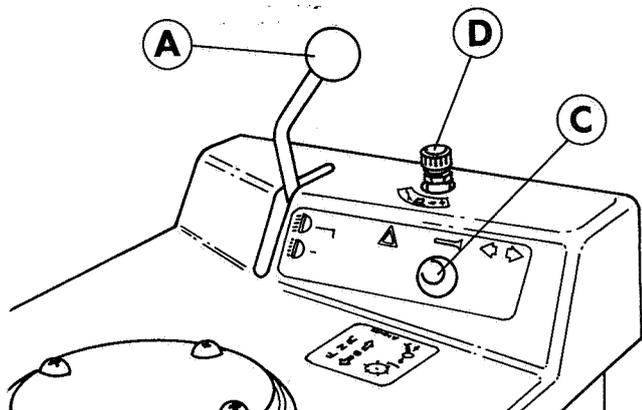

Fig.24
5. Select the desired cylinder speed (D Fig.24). To cut longer grass particularly at higher heights of cut reduce the cylinder speed by turning the handwheel anticlockwise. Lower cylinder speeds will produce a more efficient cut in longer grass conditions. In short grass conditions maximum cylinder speed may be used to give a finer cut if required.
5. Gewünschte Zylinderdrehzahl einstellen (D Abb.24). Es wird empfohlen, die Zylinderdrehzahl beim Schneiden von längerem Gras - insbesondere bei höherliegender Schnitthöhe - durch Drehen des Handrädchens gegen den Uhrzeigersinn zu verringern. Durch eine niedrige Zylinderdrehzahl kann die Schneidleistung erhöht werden. Bei kurzem Gras kann auf Wunsch durch Einstellen der Höchstdrehzahl ein feinerer Schnitt erzielt werden.
5. Sélectionnez la vitesse du cylindre voulue (D Fig.24). Pour couper de l'herbe plus longue en particulier à des hauteurs de coupe plus élevées diminuez la vitesse du cylindre en tournant le volant dans le sens contraire des aiguilles d'une montre. Des vitesses de cylindre plus faibles produiront une meilleure coupe dans des conditions d'herbe longue. Pour de l'herbe courte, une vitesse de cylindre maximum peut être utilisée pour donner une coupe plus fine si nécessaire.
5. Kies de gewenste cilindersnelheid (D Afb.24). Voor het maaien van lang gras, vooral met hoge maaihoogte, dient u de cilindersnelheid te verminderen door het handwiel tegen de klok in te draaien. Lagere cilindersnelheden zorgen voor efficiënter maaien in langere grascondities. Bij korte grascondities kunt u maximum cilindersnelheid gebruiken voor een fijner maairesultaat indien gewenst.